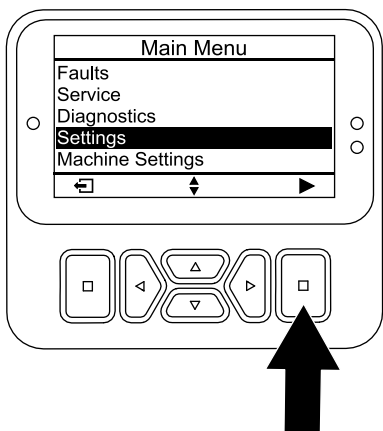

Figure 27
1. Dans le menu PRINCIPAL, naviguez jusqu'au menu RÉGLAGES et appuyez sur le bouton de sélection (Figure 27).